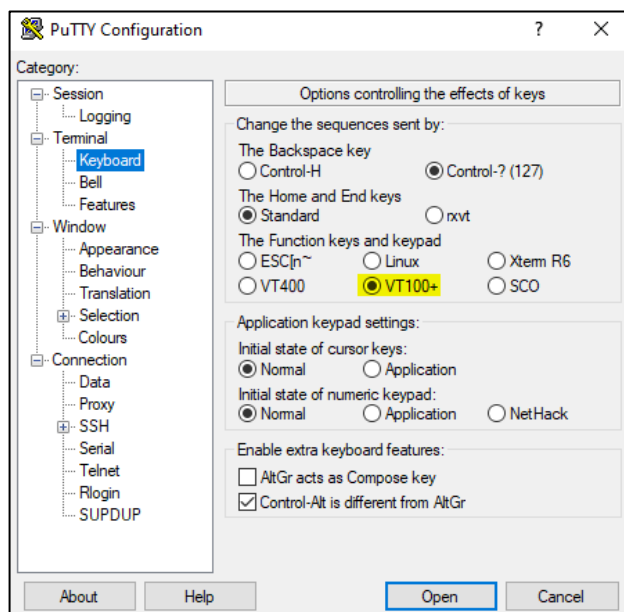

Abbildung 9: VT100 Einstellungen
9. Stellen Sie alles, wie in „Abb. 9 VT100 Einstellungen“ gelb markiert, ein.